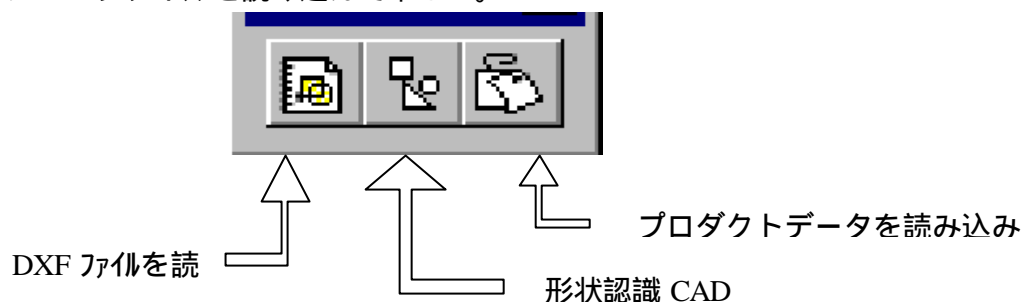
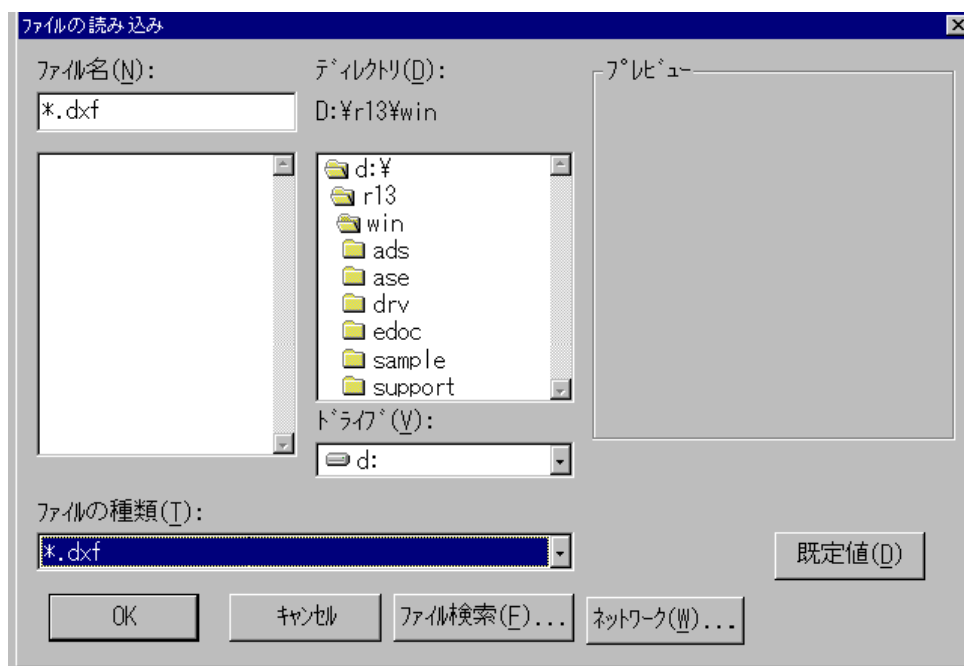
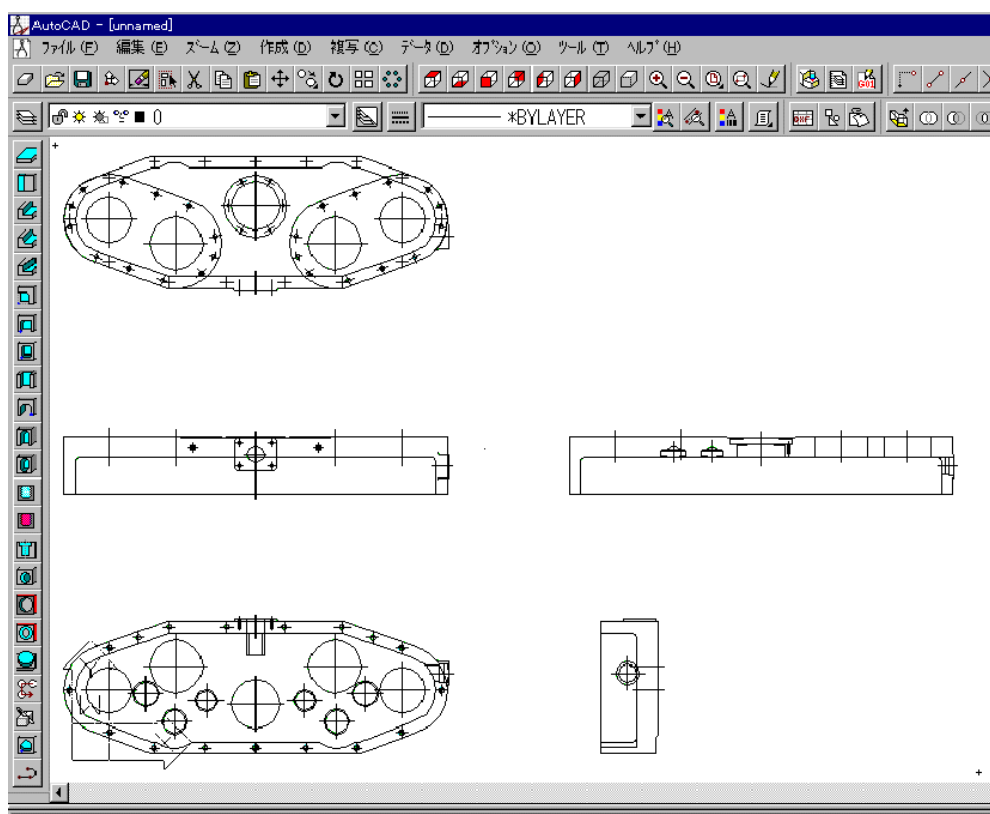

図 8 形状認識で使用する 3 つのアイコン
図9 ファイル読み込みダイアログボックス
図10 DXF ファイルから読み込んで表示された図面の例
(1) 線種というアイコンがありますので、それを左クリックします。
(2) 表示されるダイアログボックス内でロード、全てを選ぶ、OK、OK。
その操作の後で、図 8 の左端の Input DXF file アイコンをクリックします。図 9 のようなダイアログボックスが出ますので、ファイルの種類 (T) を “*.dxf” にし、フロッピーディスクからの読み込みであれば、ドライブ (V) は a を選んで、目的の DXF ファイルを読み込んで下さい。
その結果、図10のように読み込んだ図面が画面に表示されます。
6.2.3 形状認識したい投影図をユーザが選び次の処理の準備をします。これは“ zoom ” または“ z ”とキー入力して、ENTER を押して下さい。必要な投影図（複数も可）をかこむ最初のコーナーをクリックして、次にもう一方のコーナーをクリックします。その後、図 10 中の“ 形状認識 CAD ”アイコンをクリックして下さい。先の図 8 に示した左から 2 番目のアイコンです。画面は図 11 のようになります。